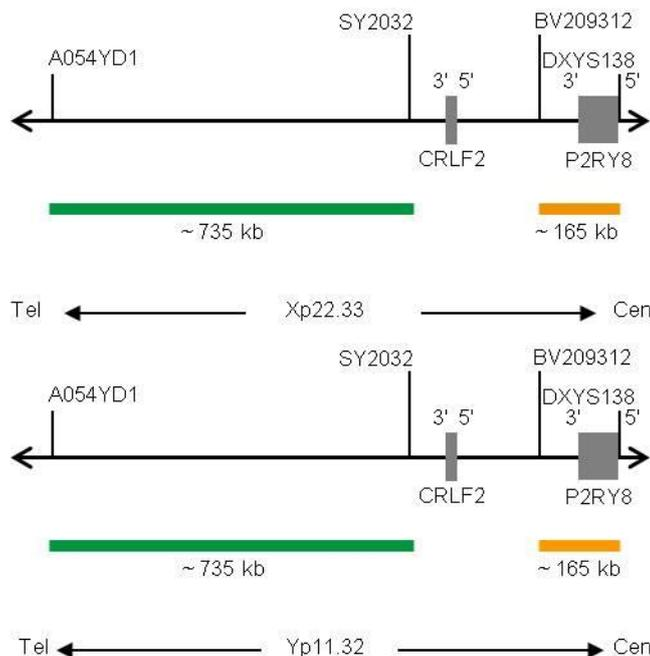

Abb. 1: Oben: X-chromosomale SPEC CRLF2 Sondenlokalisation; Unten: Y-chromosomale SPEC CRLF2 Sondenlokalisation (nicht maßstabsgetreu)
- ZyGreen (Anregung 503 nm/Emission 528 nm) markierten Polynukleotiden (~10,0 ng/μl), die gegen Sequenzen in Xp22.33 (chrX:513,125-1,245,395) und Yp11.32* (chrY:463,125-1,195,395) gerichtet sind, welche distal zur CRLF2-Bruchpunktregion lokalisiert sind (siehe Abb. 1).
- ZyOrange (Anregung 547 nm/Emission 572 nm) markierten Polynukleotiden (~4,5 ng/μl), die gegen Sequenzen in Xp22.33 (chrX:1,497,976-1,660,328) und Yp11.32* (chrY:1,498,976-1,657,328) gerichtet sind, welche proximal zur CRLF2-Bruchpunktregion lokalisiert sind (siehe Abb. 1).